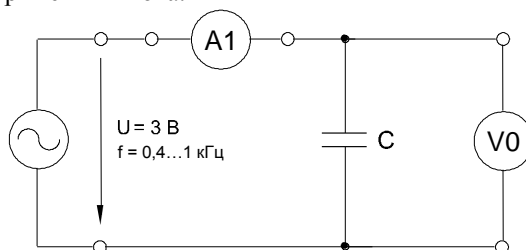

Рисунок 6.4. Схема электрической цепи
- Соберите цепь согласно схеме (рис. 6.4), установите синусоидальное напряжение $U = 5$ В и $f = 1$ кГц на выходе регулируемого источника, затем присоедините источник к входным зажимам цепи.